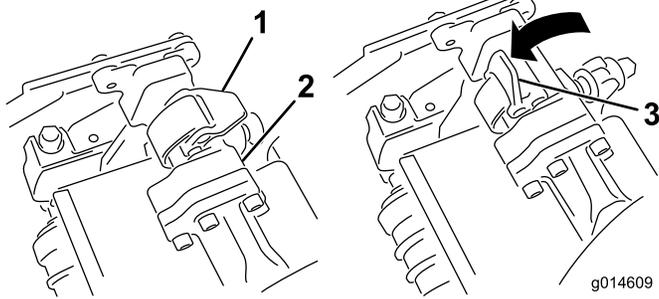

図 12
5. サスペンションアームのバーについているラッチを上向き開いた状態にして 図 12、サスペンションアームを押し下げて、バーを、
6. ラッチを下げて閉じるとカッティングユニットのバーがロックされてユニットがアームにセットされる 図 12。